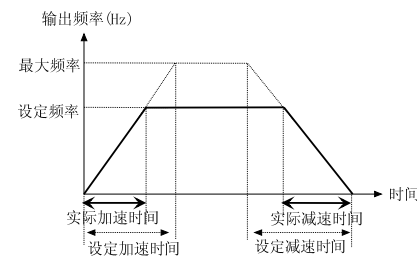

图 5-1-5 直线加减速
- ◆ 线性加减速是为一般通用负载所用,输出频率按照恒定斜率递增或递减,如图5-1-5所示。